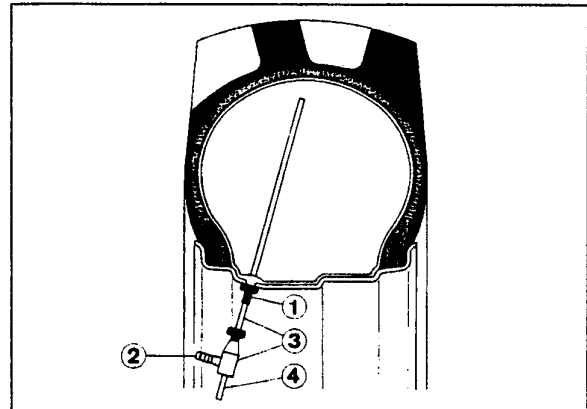

Fig. 4-28 - Esquema indicativo para el lastrado con agua:
(Fig. 4-28) Enroscar el relativo racor (3) en el asiento de la válvula (1) y aplicar el tubo al racor (2). Mientras se introduce el agua, el aire restante sale por el pequeño tubo (4).